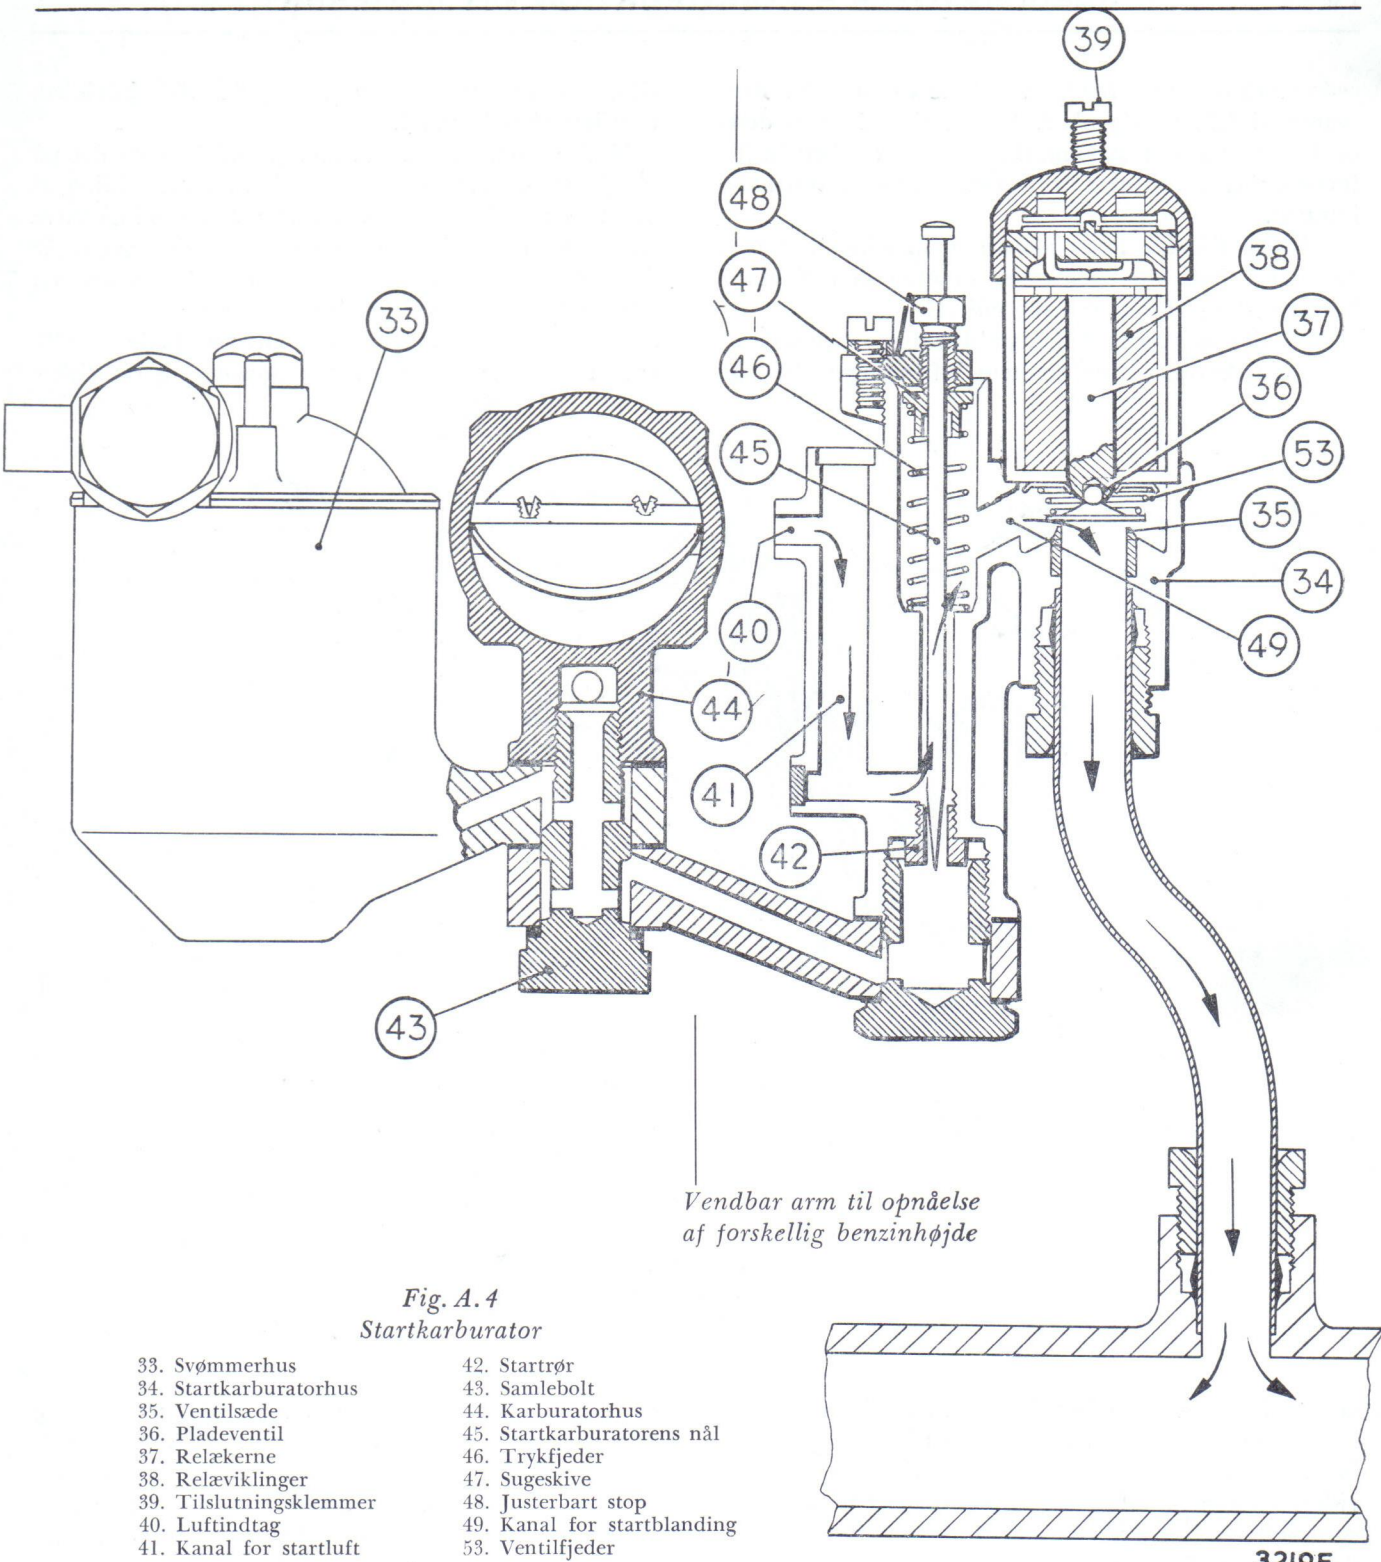

Fig. A.4
Når en sådan startkarburator er monteret, udelades naturligvis den almindelige håndchoker, der med en vippearms sænker strålespidsen, når en federe startblanding er ønskelig. Startkarburatoren er vist skematisk på fig. A. 4.
Chokeranordningen, der giver en fed startblanding, er en slags hjælpe- eller startkarburator som vist på fig. A. 4. I dennes karburatorhus (34) er indbygget en relæstyret ventil og et benzinfødesystem, og det hele er gennem en kanal forbundet med hovedkarburatorens benzintilførsel. Startkarburatoren er således en særskilt enhed, der er boltet på sammen med